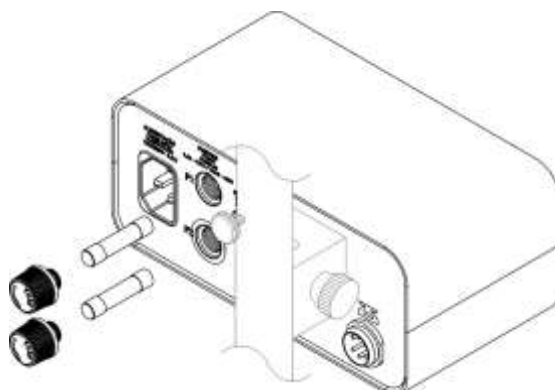

Figura 190 –Fusível 0,6 A Tipo F – 20 AG
- Desenrosque a tampa, retire o fusível para fora e coloque o novo, conforme a figura 190.